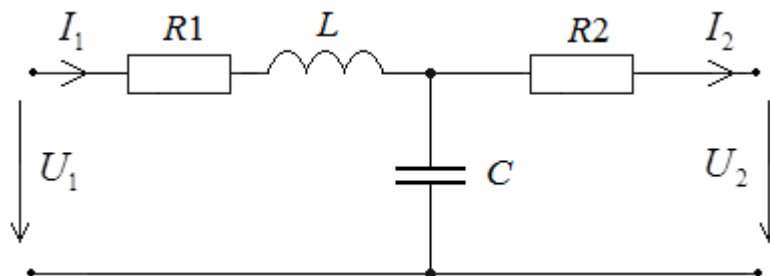

Рисунок 3 – четырёхполюсник
**ЗАДАЧА.** Рассчитать *A*-параметры четырёхполюсника (рисунок 3) в MathCAD при  $R_1 = 100 \text{ Ом}$ ,  $R_2 = 200 \text{ Ом}$ ,  $L = 10 \text{ мГн}$ ,  $C = 0.1 \text{ мкГн}$  на частоте  $f = 1000 \text{ Гц}$ .